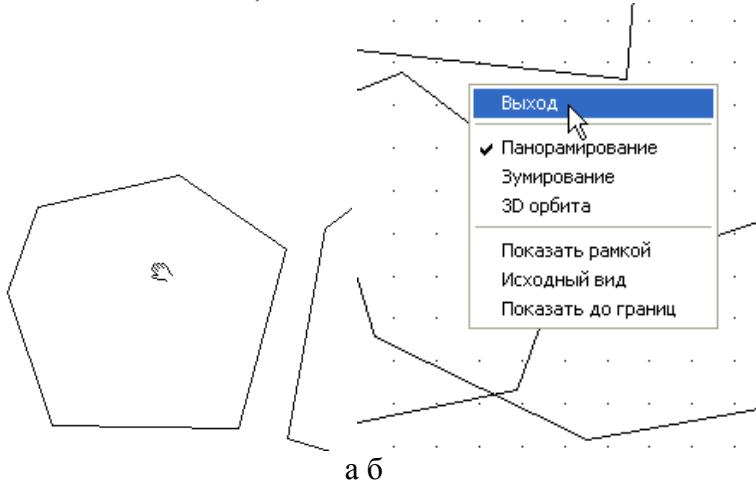

Рис. 6
- щелкните ПКМ по чертежу и выберите команду **Панорамирование**. В результате форма курсора станет в виде «руки» (рис. 6, а), это так называемый **«прозрачный режим»**, в котором Вы можете только перемещать чертеж. Зажмите ЛКМ и двигайте чертеж в разные стороны до тех пор, пока не почувствуете, как работает эта команда;
- чтобы выйти из режима **Pan**, нажмите ПКМ и из контекстного меню выберите команду **Exit (Выход)**(рис. 6, б) и Вы снова перейдете в режим построения объектов, при этом снова появится сетка;